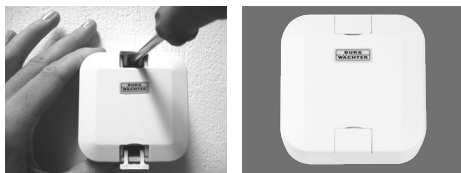

Fig. 14 : Montage de l'extender Fig. 15 : Extender en position fermée
- Vissez l'extender au mur à travers les trous de vis (Fig. 14).